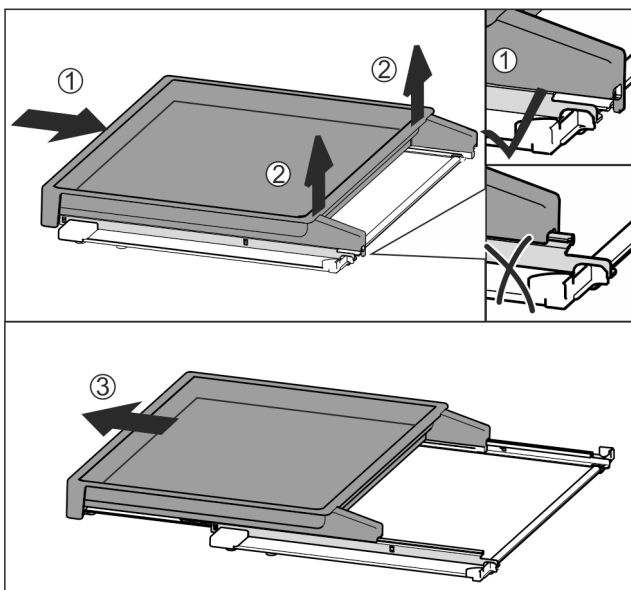

Fig. 112
- Auszugsbord vollständig einschieben *Fig. 112 (1)*.
- Verrastung an hinterer Seite lösen *Fig. 112 (2)*.
- Auszugsbord nach vorne herausnehmen *Fig. 112 (3)*.